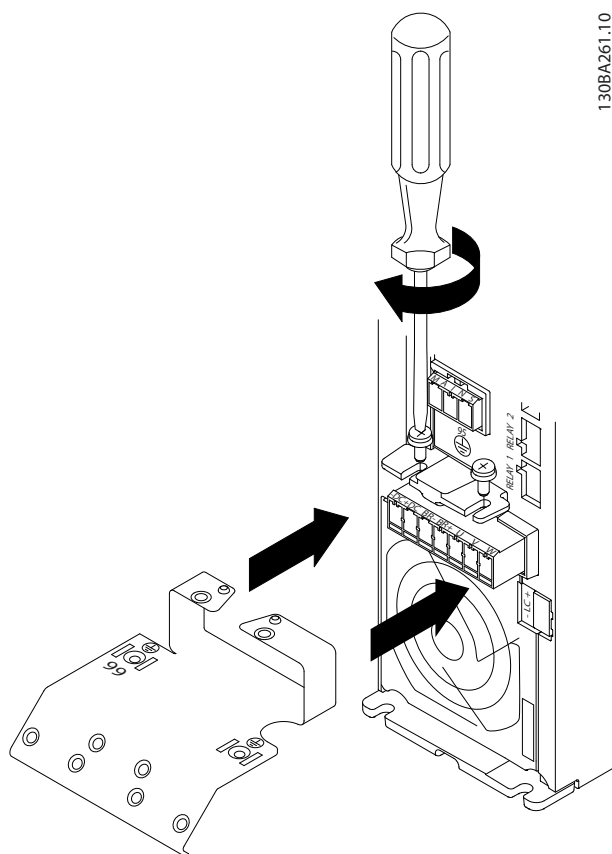

Ilustración 3.8 Instalación de la placa de montaje
1. Deslice la placa de montaje hasta colocarla en su sitio y apriete los dos tornillos, como se muestra en la *Ilustración 3.8*.